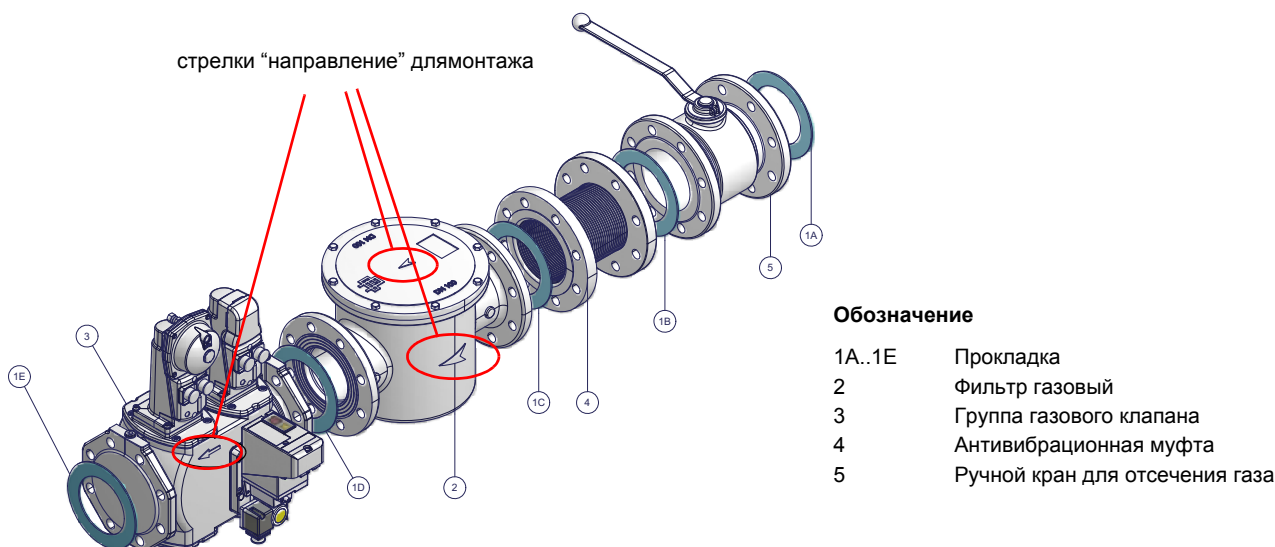

Рис. 2 - Пример газовой рампы
- 1 - б) при фланцевых соединениях: между соседними компонентами устанавливать прокладку (1A..1E - Рис. 2), совместимую с используемым газом,
**ВНИМАНИЕ:** после монтажа газовой рампы согласно схеме на Рис. 2, необходимо провести тестирование на герметичность
**ВНИМАНИЕ:** после монтажа газовой рампы согласно схеме на Рис. 2, необходимо провести тестирование на герметичность газового контура, согласно требований действующих нормативов.